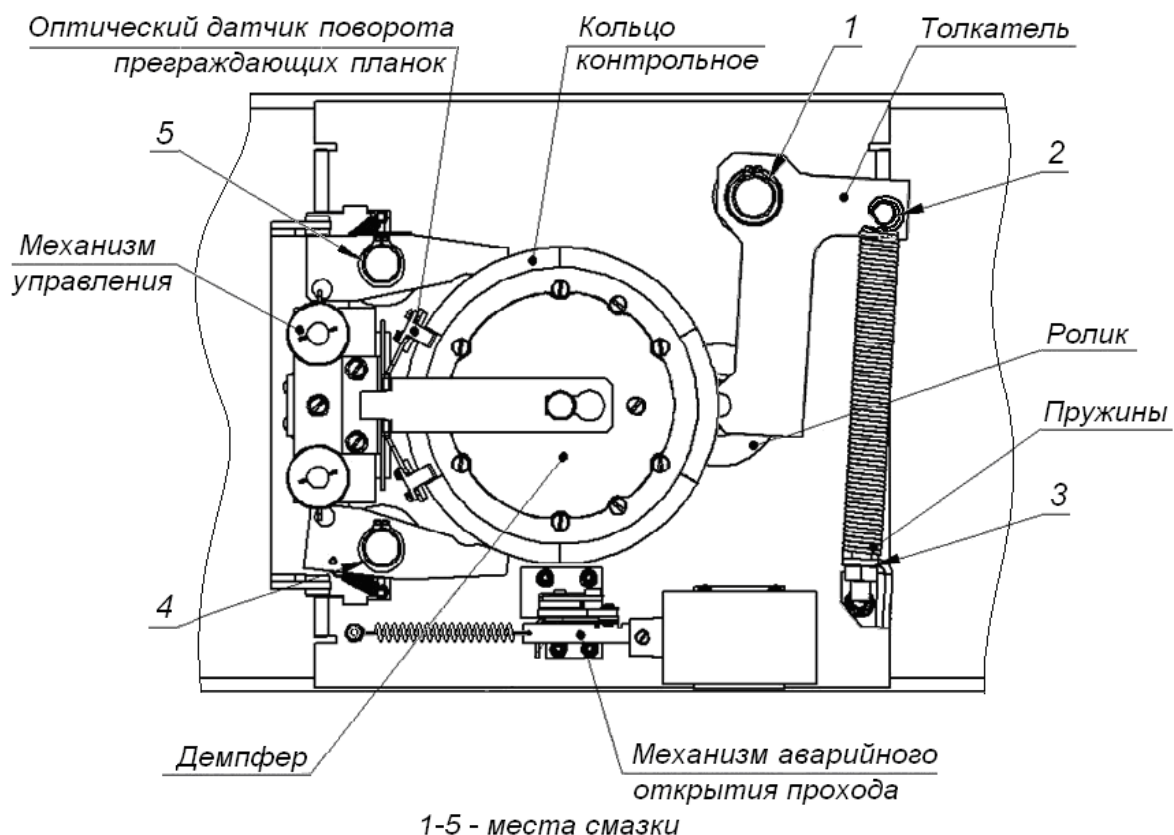

Рисунок 24. Расположение внутренних деталей и узлов стойки ЭП
4. Снимите крышку (3) в порядке, указанном в разд. 6 и положите ее на ровную устойчивую поверхность.
5. Осмотрите устройство доворота (толкатель, пружины и ролик), оптические датчики поворота преграждающих планок и демпфирующее устройство (см. рис. 24).
- смазкой типа **Chain and Rope Lube Spray - WEICON** оси вращения рычага толкателя (1, рис. 24) ролика и стопоров (4, 5, рис. 24);
- смазкой ШРУС-4 точки крепления пружин доворота (2, 3, рис. 24).
9. Проверьте крепление преграждающих планок (6) в шарнирных узлах турникета и, при необходимости, подтяните крепежные винты.